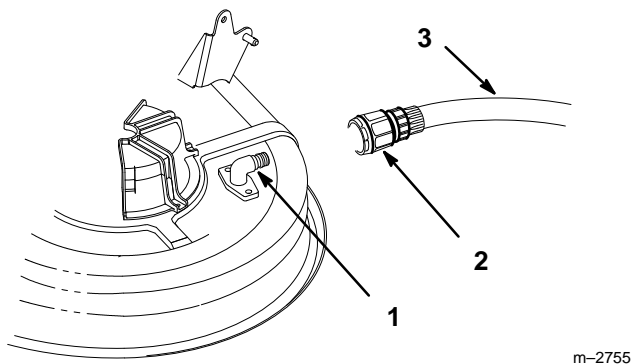

Figure 54
2. Connecter un raccord de tuyau (non fourni) au raccord de lavage de la tondeuse, et ouvrir l'eau en grand (Fig. 54).